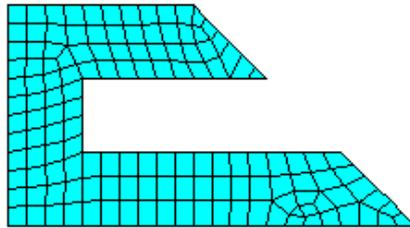

图11.33 对砂模进行网格划分
(14) 单击工具栏上的 **SAVE_DB** 按钮，保存模型。
(15) 单击 Main Menu>Preprocessor>Meshing>Size Cntrls>ManualSize>Global>Size 菜单，弹出【Global Element Sizes】对话框，在【Element edge length】文本框中输入【1】，然后单击【OK】按钮。
(16) 单击 Main Menu>Preprocessor>Meshing>Mesh>Areas>Free 菜单，弹出图形拾取对话框，然后选择砂模 (A5)，单击【OK】按钮，完成砂模的网格划分。如图 11.33 所示。